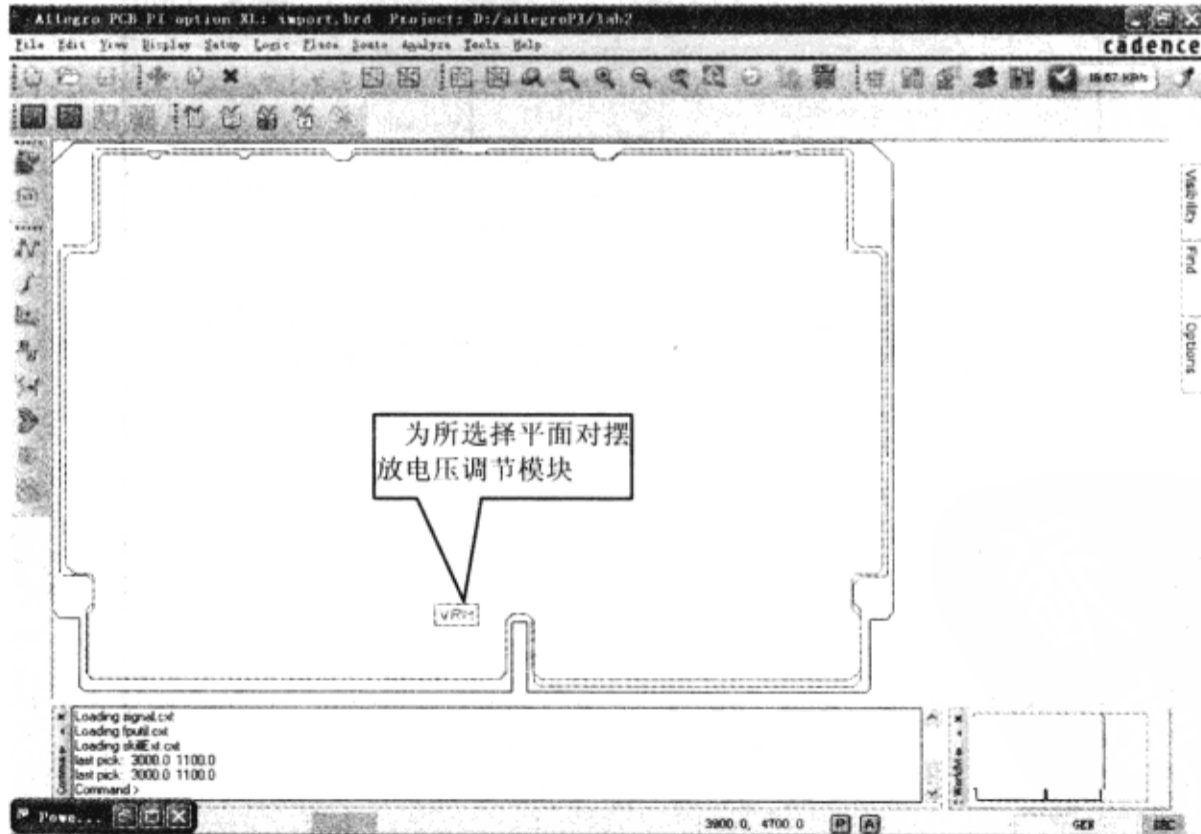

图 8-8-48 摆放电压调节模块
(6) 拖动电压调节模块图标到 PCB 凹槽的左边，单击鼠标左键放置电压调节模块，如图 8-8-48 所示。